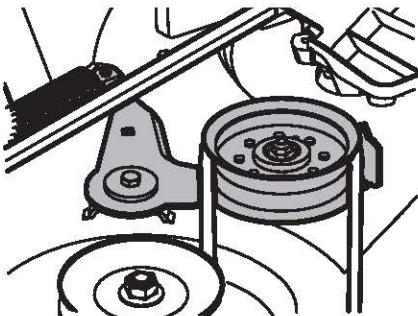

Figure 40
8. À partir du côté droit de l'appareil, insérez une clé à rochet de 3/8 po (réglée pour **errer**) dans le trou carré sur le support de la poulie de tension (Figure 40).
9. Déplacez la clé vers l'avant pour bouger la poulie d' entraînement du plateau (Figure 40).